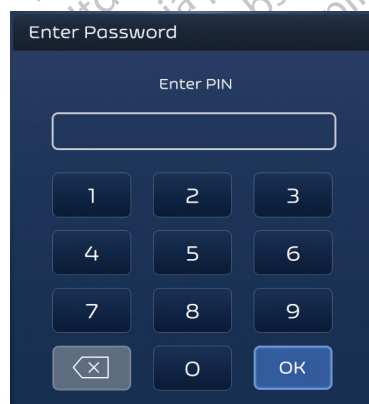

Figura 3. Pantalla de inicio de sesión con contraseña inicial
3. Una vez que se complete el proceso de POST, aparecerá la pantalla de inicio de sesión con contraseña inicial. Introduzca la contraseña de acceso* con el teclado y, a continuación, pulse el botón OK (Aceptar) (ver figura 3).